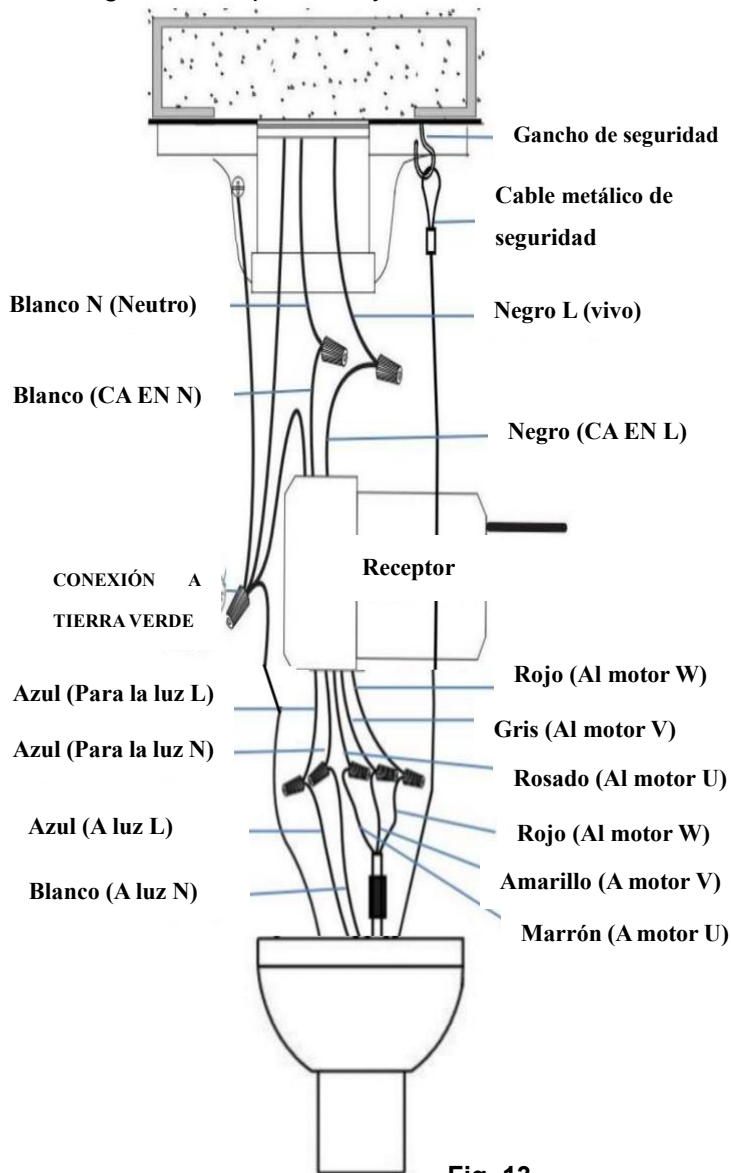

Fig. 13
- Complete el cableado eléctrico según la sección de "DIAGRAMA DE CABLEADO ELÉCTRICO" a continuación. (Fig.13)
5. Conecte el cable vivo de suministro eléctrico del hogar (negro) al cable de entrada del receptor (negro, AC IN L) como se muestra en (Fig. 13)